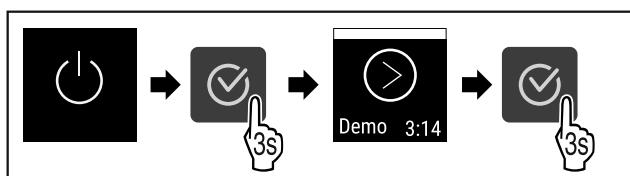

Fig. 63
► Stappen (zie Fig. 63) uitvoeren.